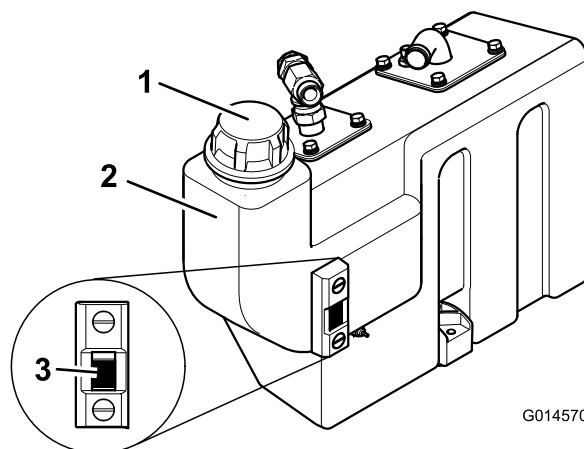

Bild 73
3. Wenn Hydrauliköl aufgefüllt werden muss, reinigen Sie den Bereich um den Füllstutzen und den Deckel des Hydraulikbehälters und nehmen den Deckel ab (**Bild 73**).